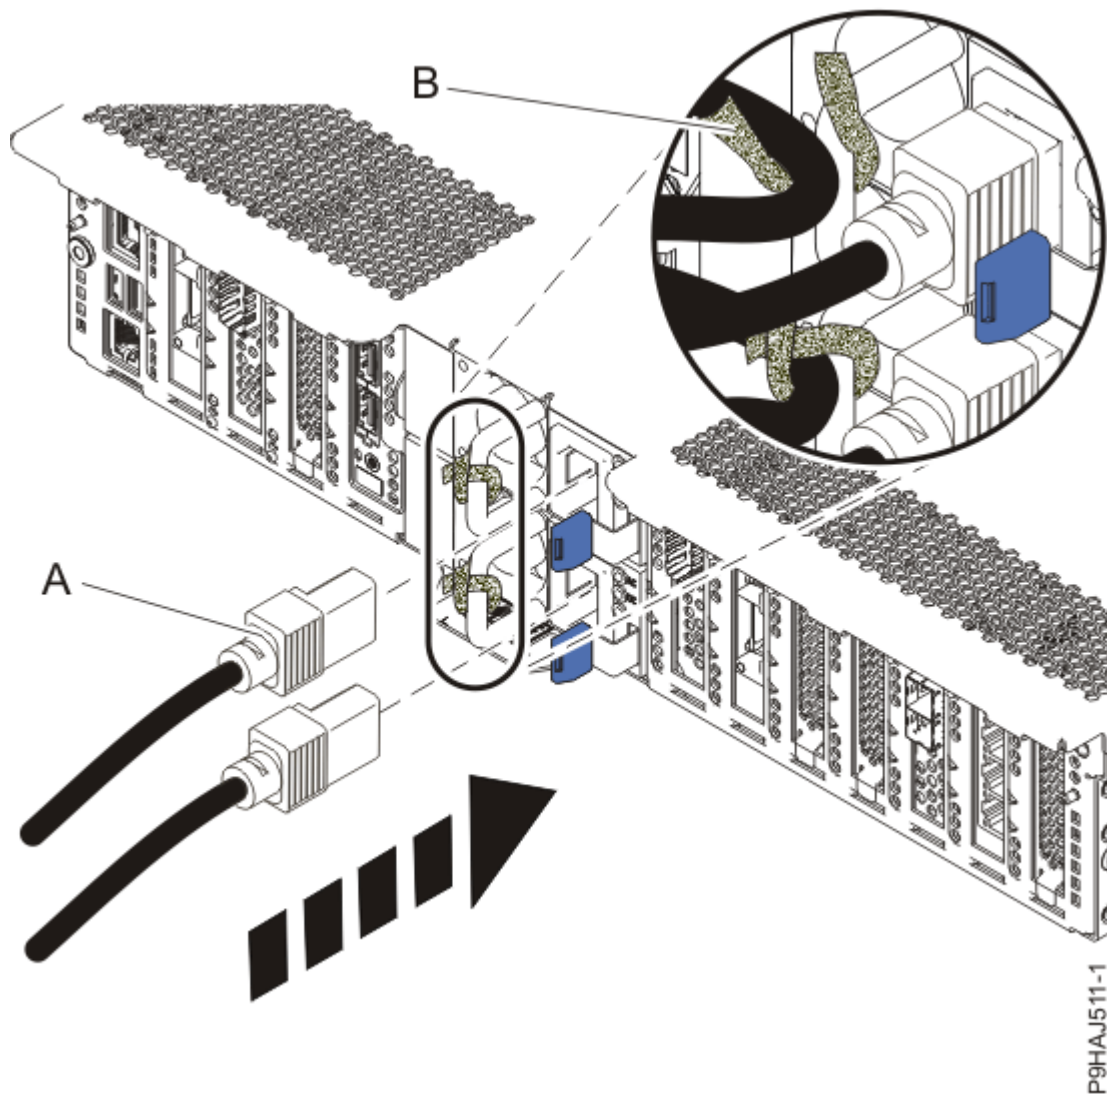

Figura 15. Conexión de los cables de alimentación
6. Utilizando las etiquetas, vuelva a conectar los cables de alimentación **(A)** a la unidad del sistema. Sujete los cables de alimentación al sistema utilizando los mecanismos de sujeción **(B)** como se muestra en la Figura 15 en la página 18.